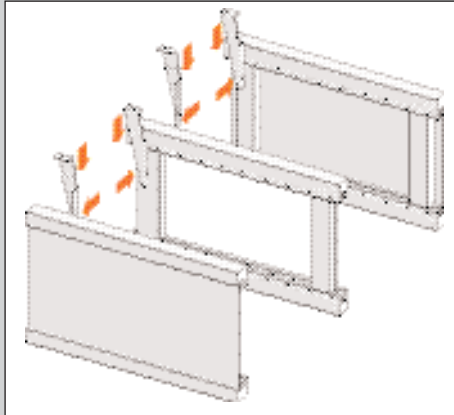

Abb. 1
2. Legen Sie bei den äußeren Regalwänden den Regalholm gegen die Unterseite des oberen Riegels und die Rückseite der hinteren Strebe (siehe Abb. 1).
- Legen Sie die Regalholme in der gleichen Art und Weise wie bei den äußeren Regalwänden auf die Zwischenregalwand (siehe Abb. 1)